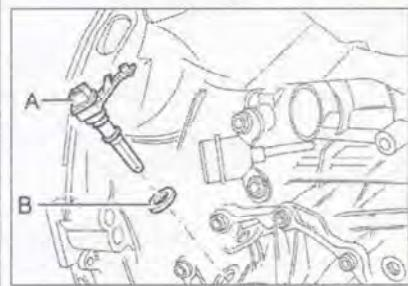

Рис. 7.126. Отсоедините разъем проводки от датчика (A).
- Отсоедините разъем проводки от датчика (A) (рис. 7.126).